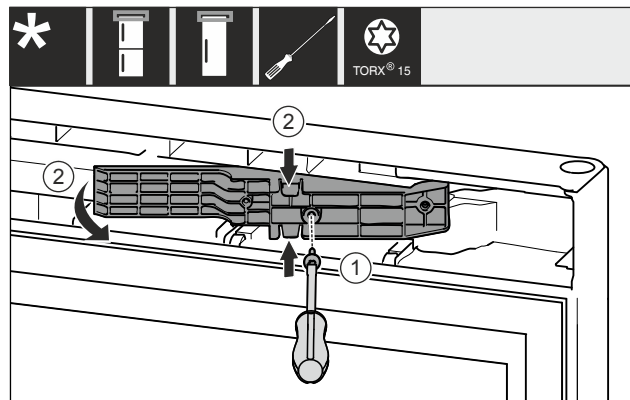

Fig. 12 \*
- ▶ С отвертка T15 развийте винтовете. Fig. 12 (1)\*
- ▶ Изтеглете адаптерния елемент. Fig. 12 (2)\*